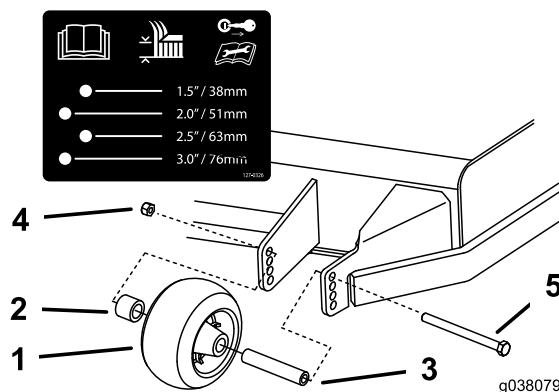
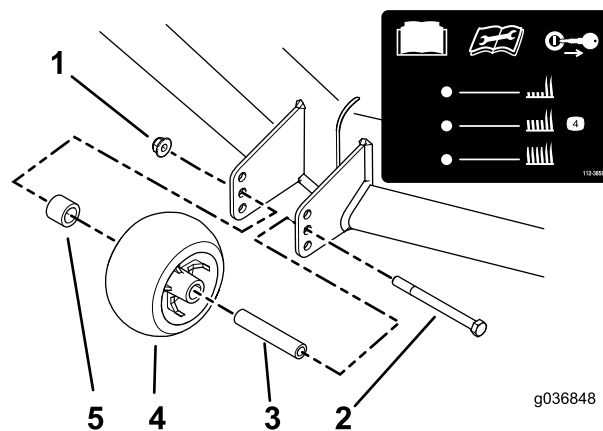

Figure 35
Figure 36
3. Réglez les galets anti-scalp comme montré à la Figure 35 ou la Figure 36.